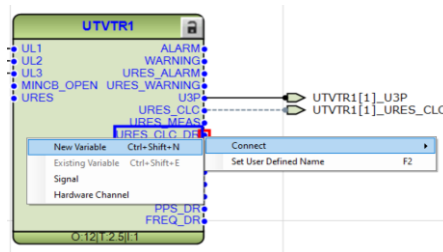

Imagen 296_Conexión variable al puerto de salida URES_CLC_DR del bloque UTVTR1.
4.2.7 Retomando el bloque de voltaje que tuvimos en un inicio “UTVTR1” de la aplicación de señales, conectaremos otra variable a la salida dando clic “URES_CLC_DR - Connect - New Variable” como se muestra en la **Imagen 296**, esto es para obtener la opción de registrar los registros de perturbaciones por voltaje en las 3 fases.